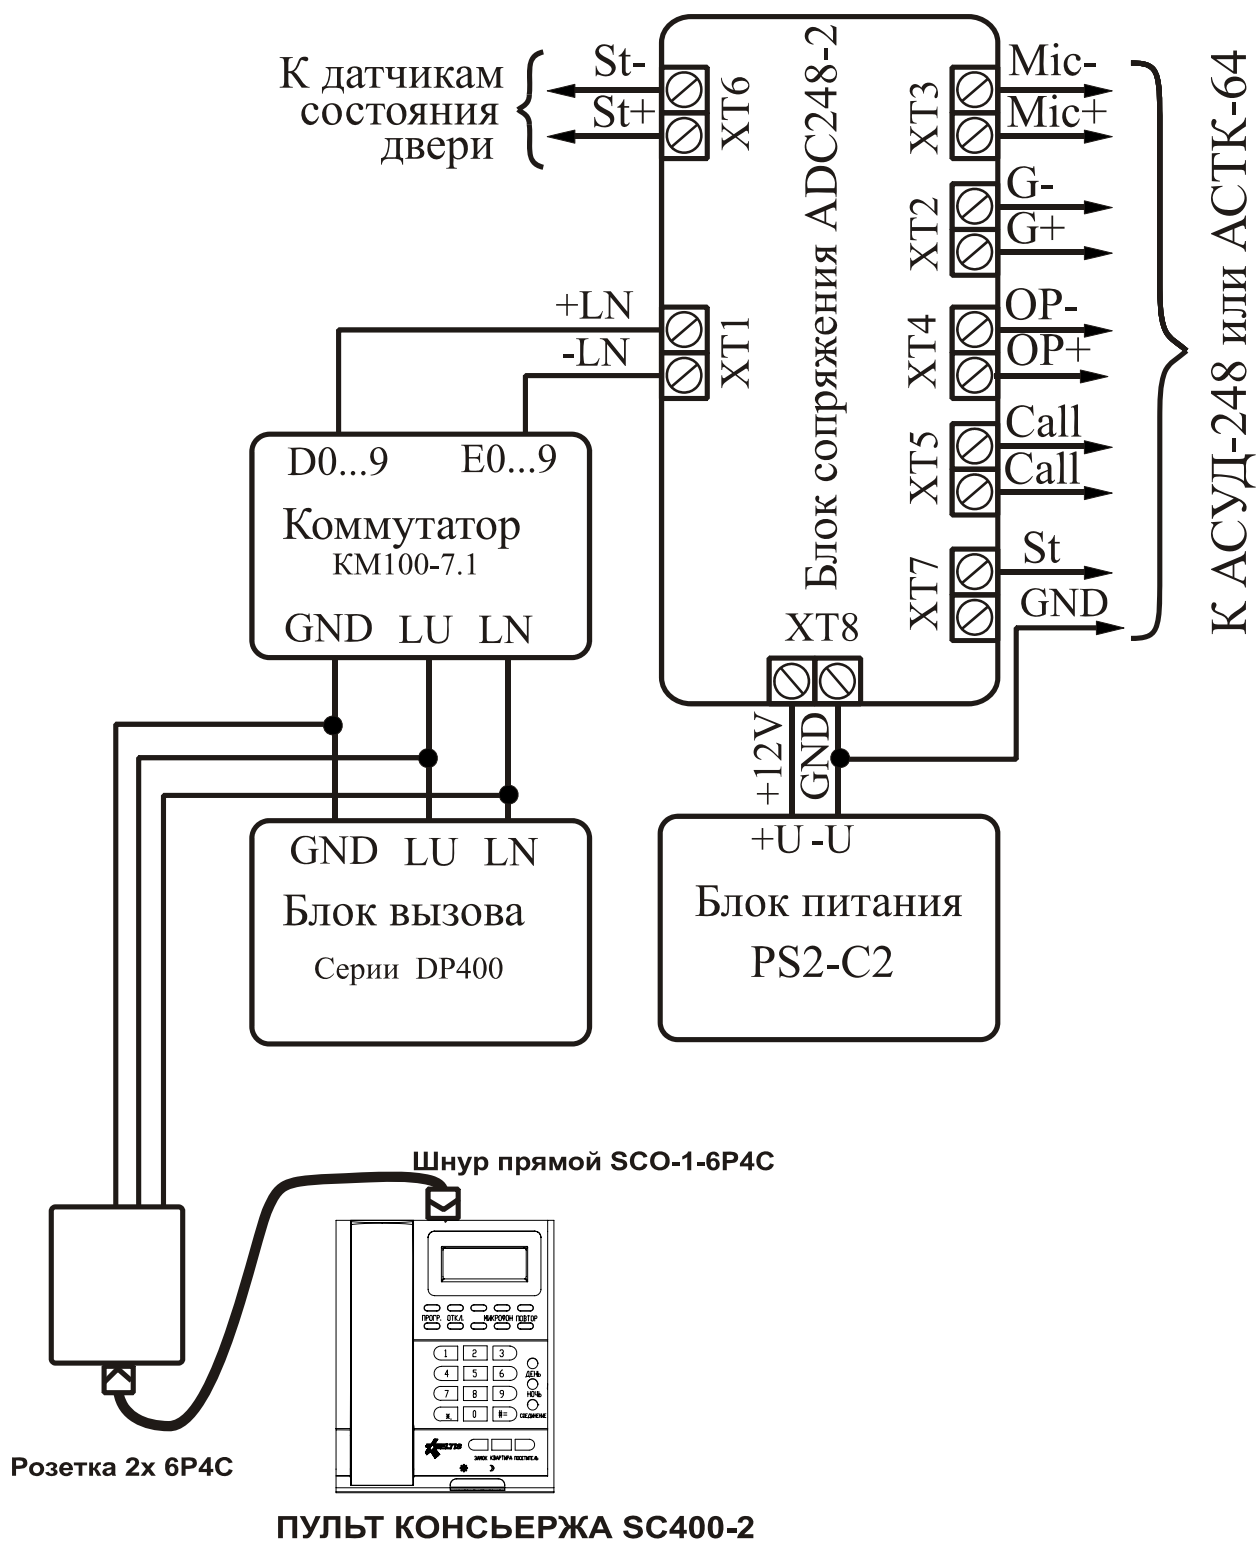

Рис.3 Схема подключения ADC248-2 к АСУД, блоку вызова DP400 и пульту консьержа SC400-2.
7.2.2 В таблице 2 представлены позиционные и условные обозначения контактов разъемов ADC248-2, их функциональное назначение. На рис.3 показана схема подключения ADC248-2 к АСУД, блоку вызова DP400 и пульта консьержа SC400-2. На рис.4 показана схема подключения ADC248-2 к АСУД, блоку вызова DP30X и пульта консьержа SC305-D2. На рис.5 показана схема подключения ADC248-2 к АСУД и ППКОП "ФОРПОСТ" или ППКУОП "ELTIS GORN". На рис.6 показана схема соединения ADC248-2 с АСУД.